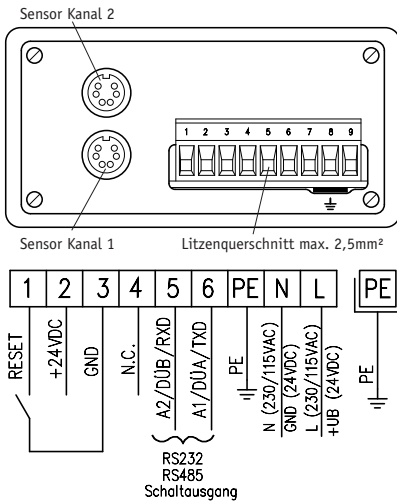
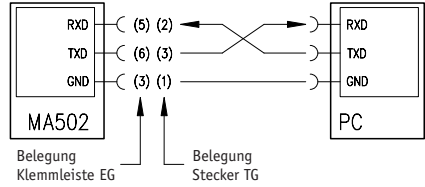

Abb. 2: Anschlussbelegung EG
Abb. 3: Anschlusschema Schnittstellenoption RS232
- PE-Verbindung mit 2,5 – 4mm² über PE-Anschluss (Bei Einbaugehäuse gemäß Abb. 2 mit Flachsteckhülse 6,3x0,8).
Die Spannungsversorgung erfolgt über die rückseitigen Anschlussmöglichkeiten gemäß Abb. 2 oder Abb. 3. Die Spannungswerte sind abhängig von der Geräteausführung und sind den Lieferpapieren oder dem Typenschild zu entnehmen ist.
Der Anschluss erfolgt über die 6-polige Mini-Din Buchse an der Rückseite (Abb. 2/Abb. 3).